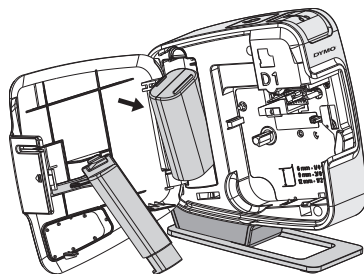

Figura 3
- 2 Retire a tampa do compartimento de bateria. Consulte a Figura 3.